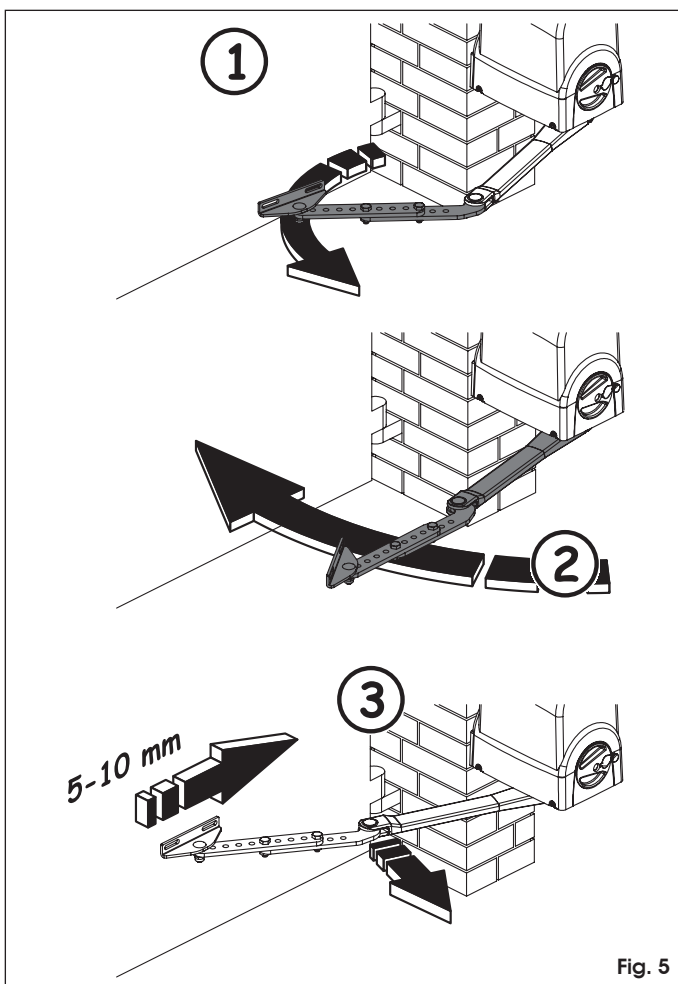

Fig. 5
7. Alinee los dos brazos, Fig. 5 ref. ①.
8. Gire ambos brazos hasta que la brida anterior entre en contacto con la hoja, Fig. 5 ref. ②, a fin de establecer la posición de fijación.
9. Haga retroceder la brida unos 5 - 10 mm, doblando el brazo, y marque las posiciones de fijación, Fig. 5. ref. ③.